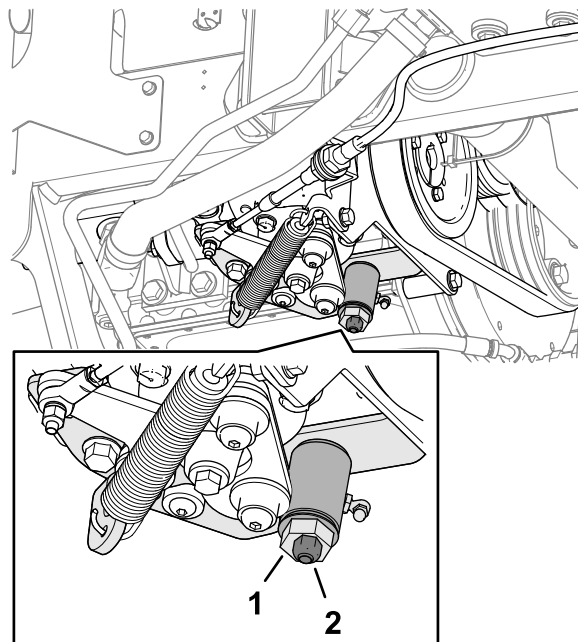

Рисунок 80
3. Ослабьте контргайку на кулачке регулировки тяги (Рисунок 80).